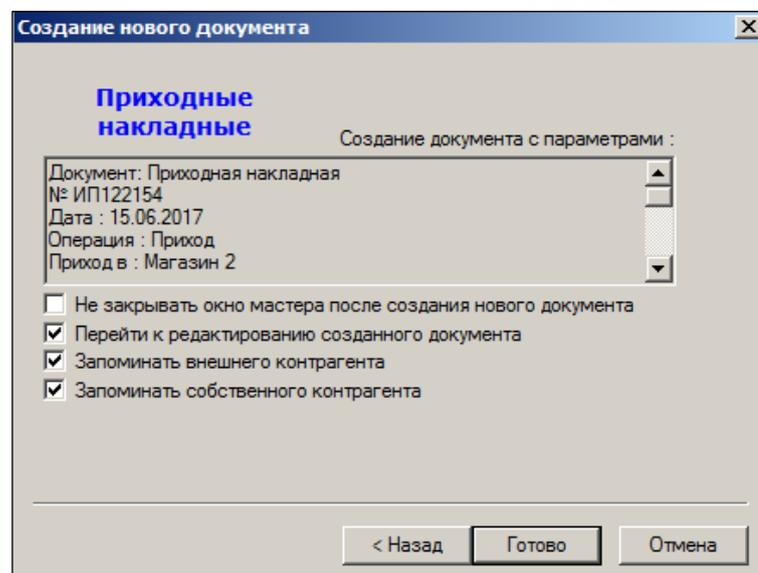

Рисунок 14 – Создание приходной накладной (7)
8. При установленном флаге **Не закрывать окно мастера после создания нового документа** (Рисунок 14) произойдет переход к «Мастеру созданию нового документа». При установленном флаге **Перейти к редактированию созданного документа** созданный документ откроется для редактирования (Рисунок 14).